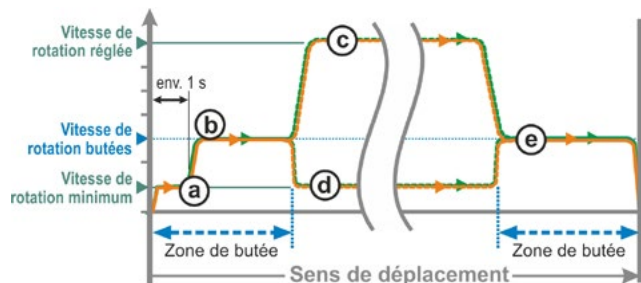

Fig. 1 : Vitesse de rotation butée « Normal »
- hors de la butée à la vitesse de rotation minimale, env. 1 s (Fig. 1 : Courbe a), avant de passer à la vitesse de rotation butées, voir b ;